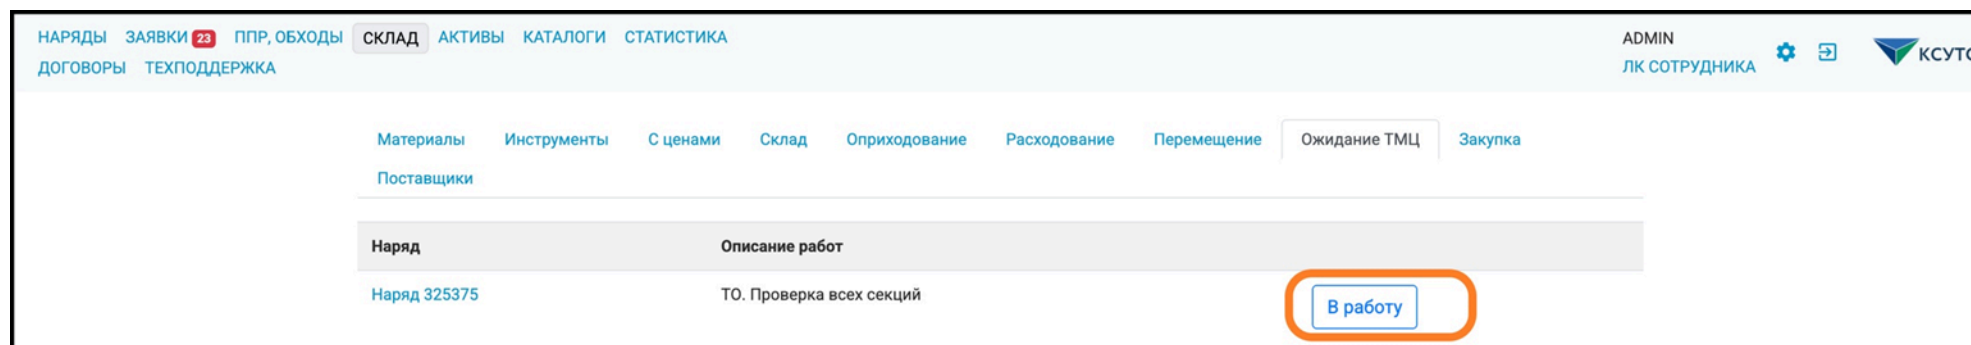

Рис.30 Ожидание ТМЦ
- 7.8. Вкладка Ожидание ТМЦ. Функционал для отправки нарядов, не выполненных по причине ожидания ТМЦ, обратно в работу по факту поступления необходимых ТМЦ (рис. 30);